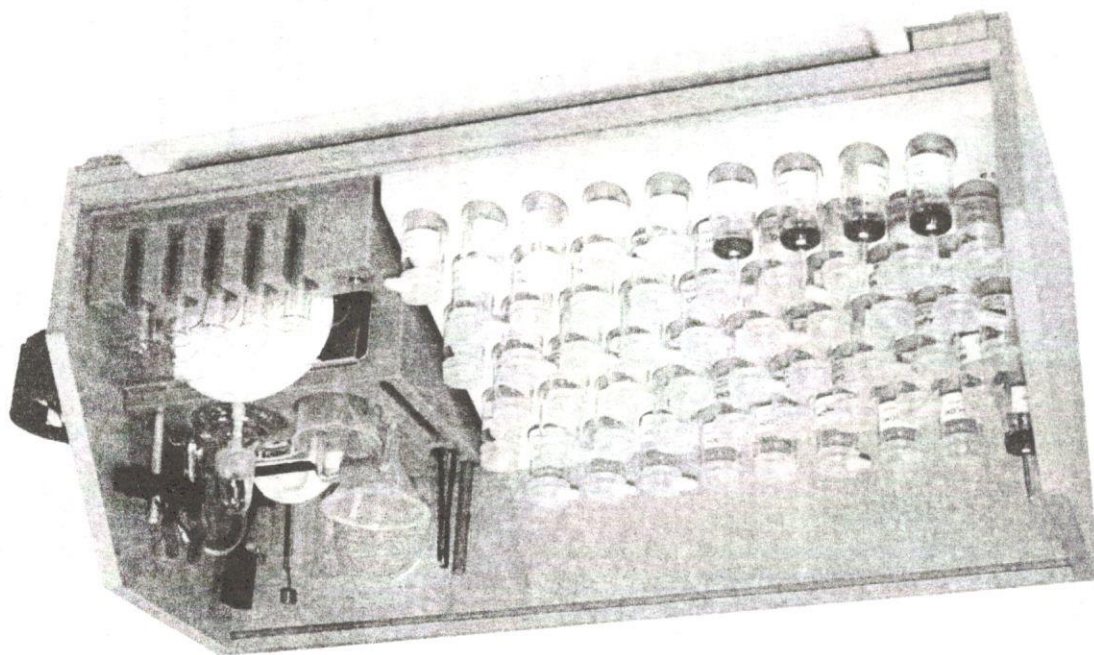

Рис. 2 Общий вид микролаборатории
5.7. После заполнения флаконов реактивами микролаборатория готова для работы. Общий вид микролаборатории в рабочем состоянии приведен на рис.2.